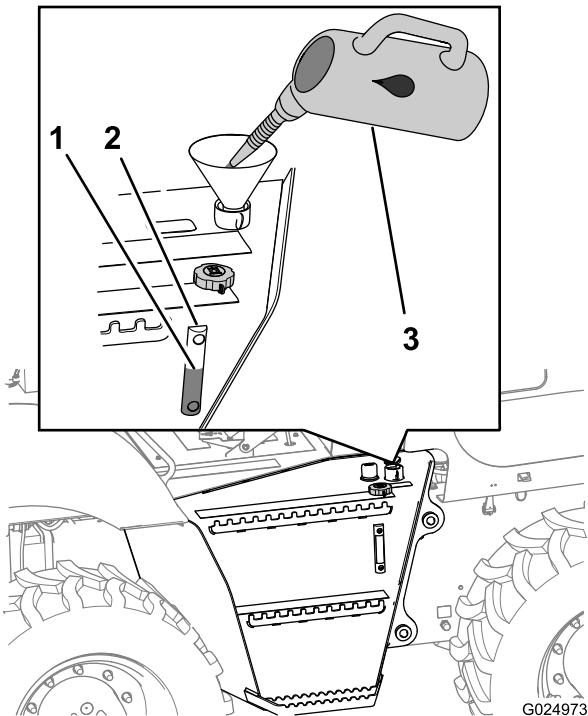

Figure 109
1. Remplissez le réservoir du liquide hydraulique spécifié jusqu'à ce que le niveau atteigne le centre du regard (Figure 109).
3. Remettez le bouchon de remplissage en place (Figure 109).